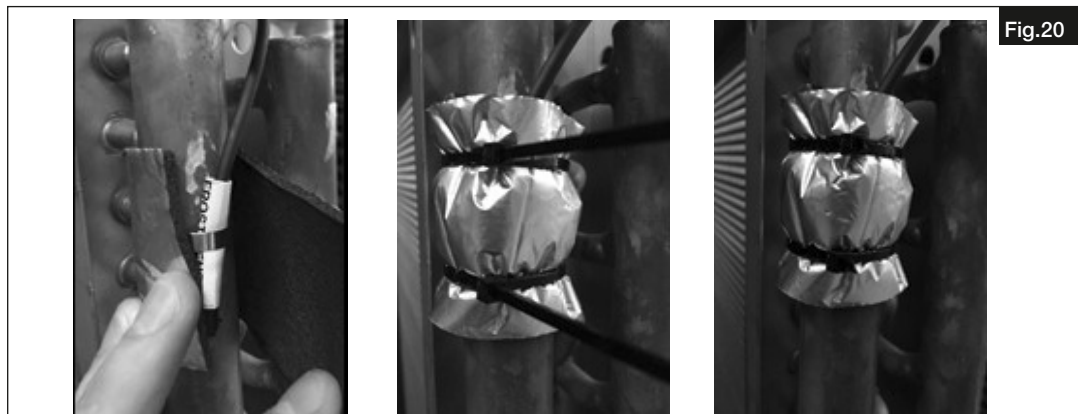

Fig.20
- Couper le matériau d'isolation à la taille voulue et vérifier qu'il recouvre le capteur, puis le fixer autour du capteur au tuyau de sortie comme indiqué (voir Fig.20). Utiliser les deux serre-câbles prévus à cet effet. Couper l'excédent des serre-câbles.